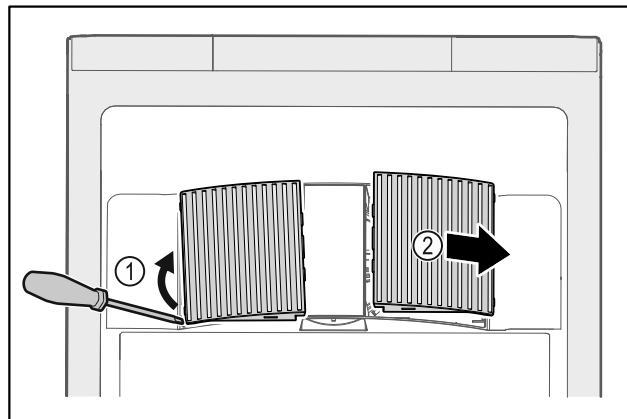

Fig. 144
- Extraire par un mouvement de levier les caches latéraux Fig. 144 (1) vers l'avant Fig. 144 (2).